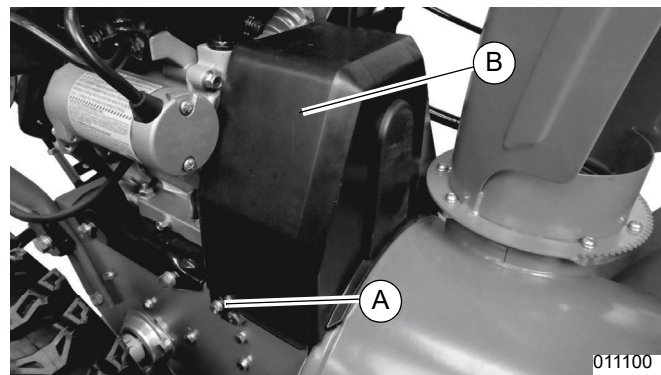

Figure 4-5. Retirer le protège-courroie
1. Voir **Figure 4-5**. Retirer les deux vis et les rondelles rectangulaires (A) du protège-courroie (B) à l'aide d'une clé de 10 mm. Retirer le protège-courroie.